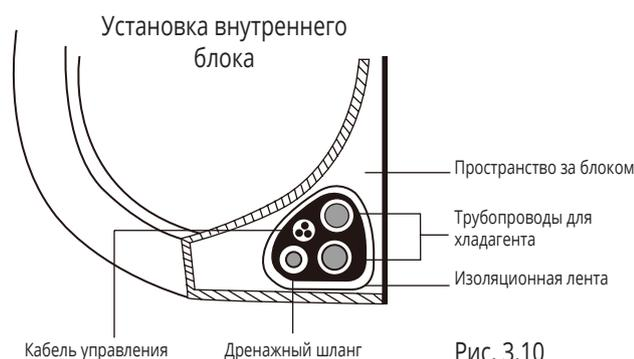

Рис. 3.10
1. Примотайте друг к другу дренажный шланг, трубопроводы для хладагента и кабель управления в соответствии с рис. 3.10.
3. При помощи изоляционной ленты плотно примотайте друг к другу кабель управления, трубопроводы для хладагента и дренажный шланг. Еще раз убедитесь, что все элементы примотаны в соответствии с рис. 3.10.